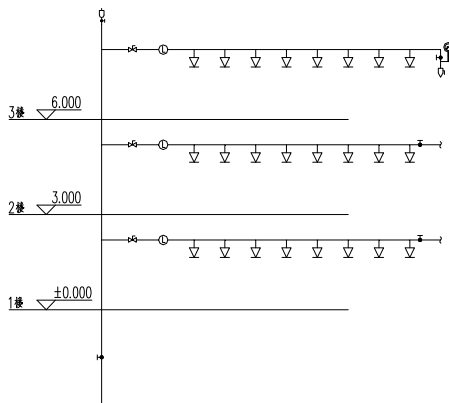

图 11-41 打开过滤删除素材
**01** 按 Ctrl+O 组合键，打开配套光盘提供的“第 11 章/ 11.3.9 过滤删除.dwg”素材文件，结果如图 11-41 所示。